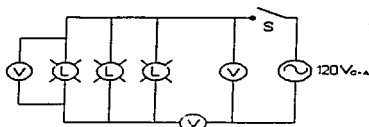

Figura 4
12. Armar el circuito paralelo de la figura 4.
13.	Armó el circuito paralelo de la figura 4.